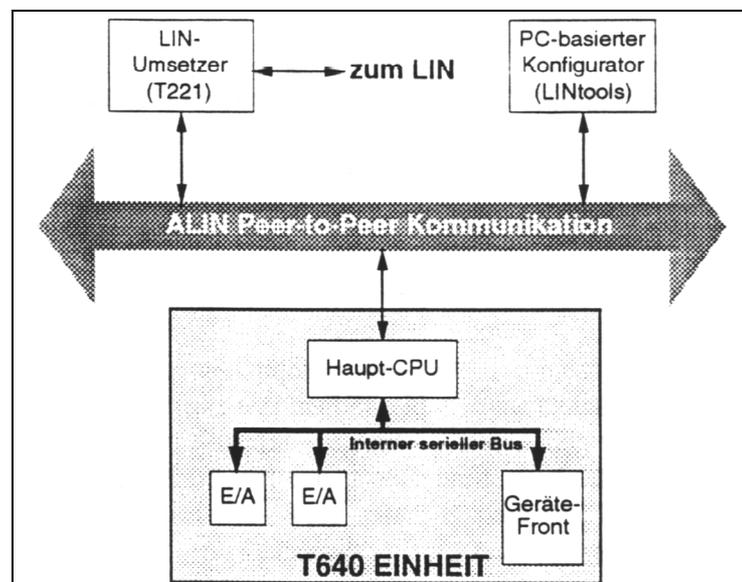

Bild 9-2 ALIN-Kommunikationsschema
**ALIN peer-to-peer Kommunikation.** Der ALIN-Bus, eine Form des LIN mit Hochgeschwindigkeitsübertragung (2,5 Mbaud) für geringe Entfernungen, ist der Haupt-Kommunikationskanal im Gerät zur Konfiguration, Überwachung und Kommunikation mit anderen Geräten (s. Bild 9-2). Er unterstützt alle wichtigen LIN-Funktionen - Blockanschlüsse, Feldbeschreibungen, Dateiübertragungen, etc. - mit Ausnahme der Busredundanz. Über den Umsetzer T221 können ALIN und LIN verbunden werden.